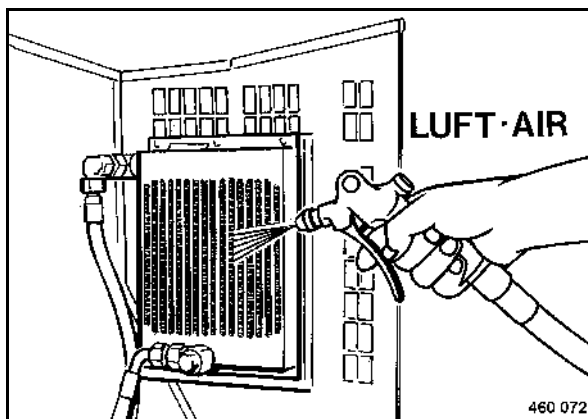

fig. 114
- Souffler ensuite l'air comprimé à travers le refroidisseur (fig. 114) depuis le côté de l'admission d'air.